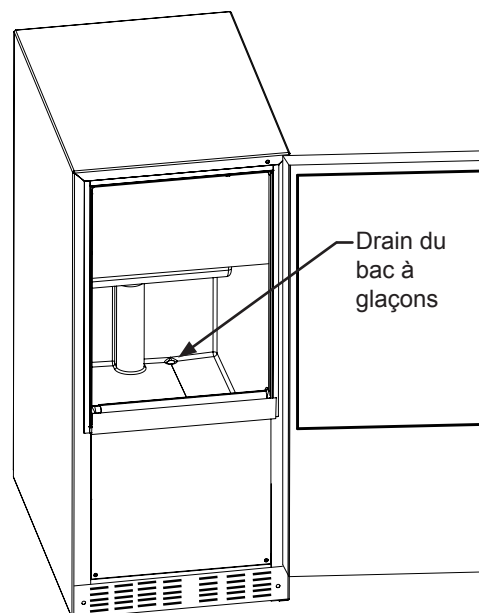
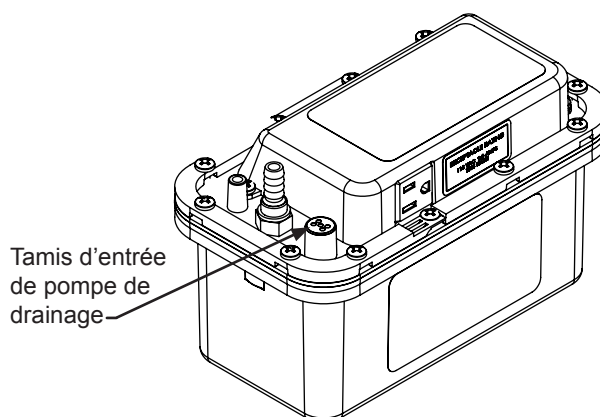

Figure 12
Figure 13
- Vérifiez que le drain du bac à glaçons dans le meuble est bien ouvert et exempt de matières étrangères qui bloqueraient l'écoulement d'eau vers la pompe de drainage (Voyez la Figure 12).
- Contrôlez que le tube d'arrivée de la machine à glaçons à la pompe de drainage est bien ouvert et exempt de toute matière étrangère. Inspectez le tamis en haut du tube d'arrivée pour vous assurer que rien ne bloque l'écoulement d'eau vers la pompe (voyez la Figure 13).
- Contrôlez le drain du bac à glaçons (Voyez la Figure 12) et le tamis d'entrée de la pompe de drainage (Voyez la Figure 13) pour la présence d'éventuels débris que vous nettoierez selon le besoin.